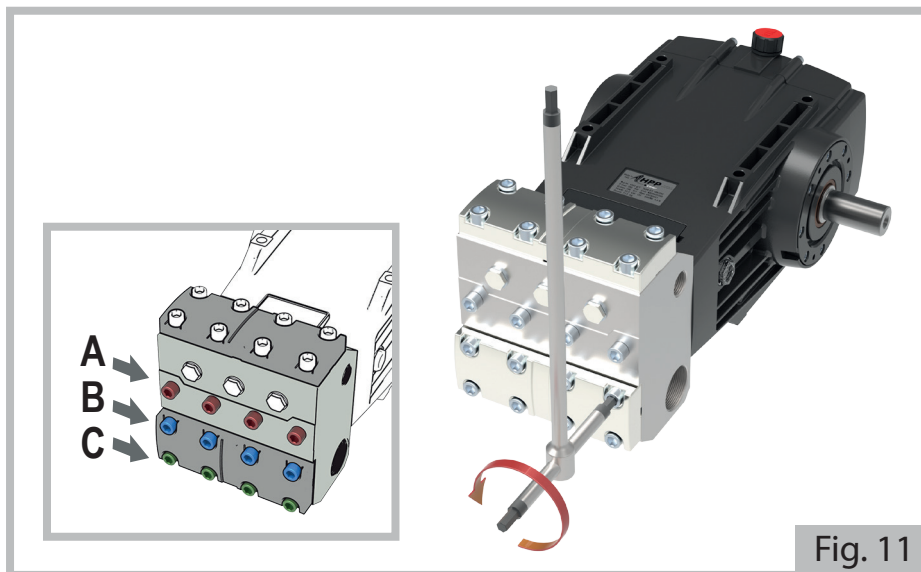

Fig. 11
- a) Mediante una chiave a brugola di 12, allentare di un giro le quattro viti **C** e svitare completamente le otto viti **A** e **B** (vedere dettaglio in Fig. 11). Sfilare con attenzione la testata (3).